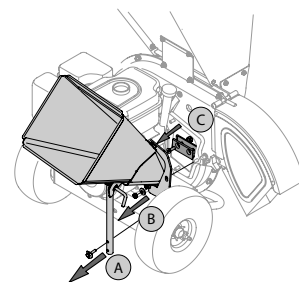

Figura 8
3. Retire la traba que sujeta el canal de la astilladora a la estructura. Para ello saque los dos pernos hexagonales y las arandelas cóncavas que la aseguran. Vea A en Figura 8.
4. Para sacar el canal de la astilladora saque las tres tuercas hexagonales y las arandelas que lo aseguran a la caja del motor. Vea B en Figura 8.
6. Para sacar la cuchilla saque los tornillos hexagonales internos, las arandelas de seguridad y las tuercas hexagonales que la sujetan al motor. Vea C en Figura 8. Guarde los accesorios.